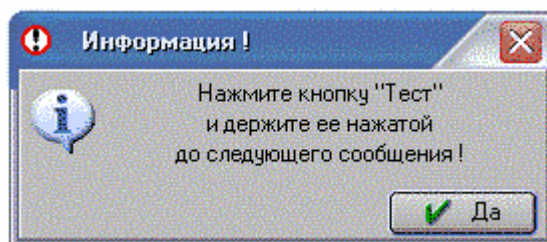

Рис. 4.8. Диалоговое окно «Нажать кнопку тест»
**Внимание!** При инициализации устройств класса «Радиус - 3» с адаптером «ProgMicro 2» в процессе операции открывается диалоговое окно, показанное на рис.4.8. После его открытия необходимо нажать кнопку «Тест» на самом приборе и нажать кнопку «Да» окна диалога.